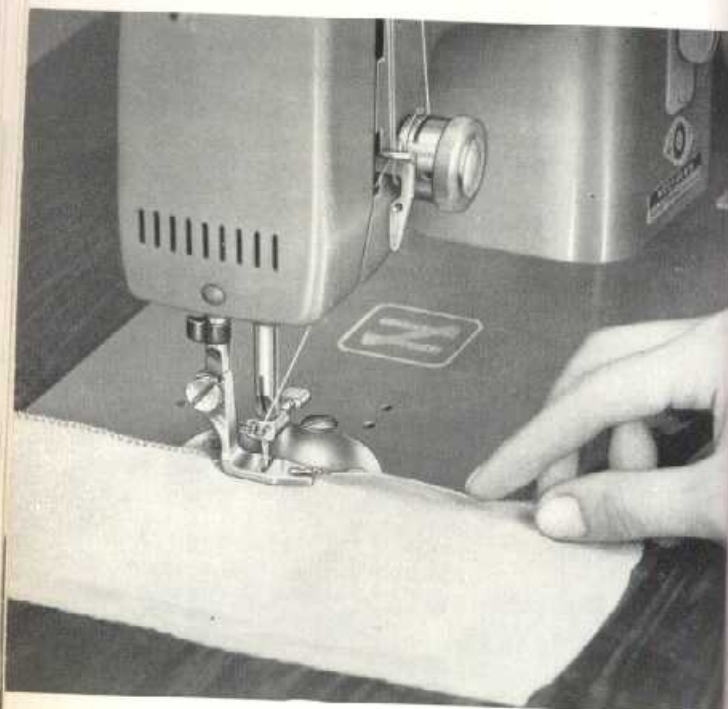

Fig. 48
11. NARROW ROLLED EDGES (Fig. 48)